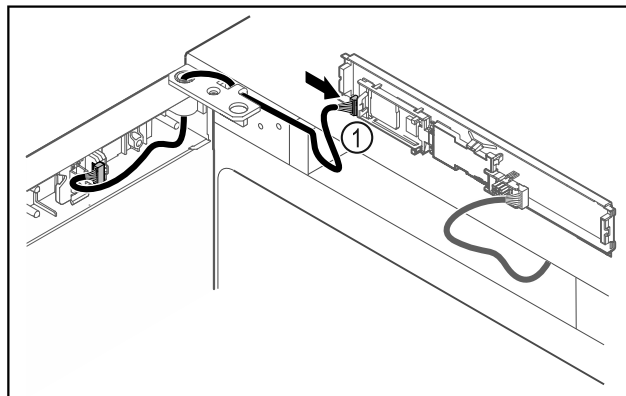

Fig. 50
- Připojte zástrčku Fig. 50 (1) na desku.